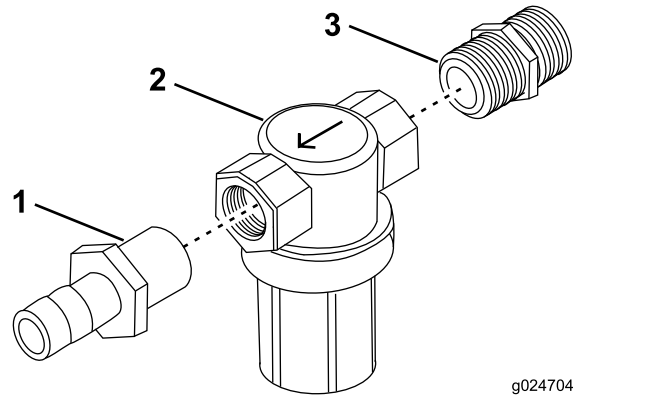

Figura 21
1. Montezi niplul ($\frac{1}{2}$ inch NPT x $\frac{1}{2}$ inch) în orificiul de alimentare al ansamblului filtrului sub presiune i fittingul inelat drept ($\frac{1}{2}$ inch NPT x $\frac{1}{2}$ inch) în orificiul de evacuare (Figura 21).